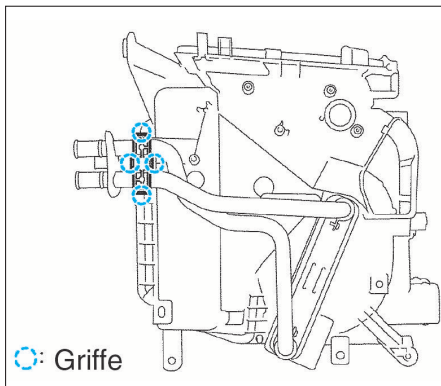

FIG. 19
- Dégager les différentes agrafes l'attache des canalisations d'eau du radiateur (fig. 19).